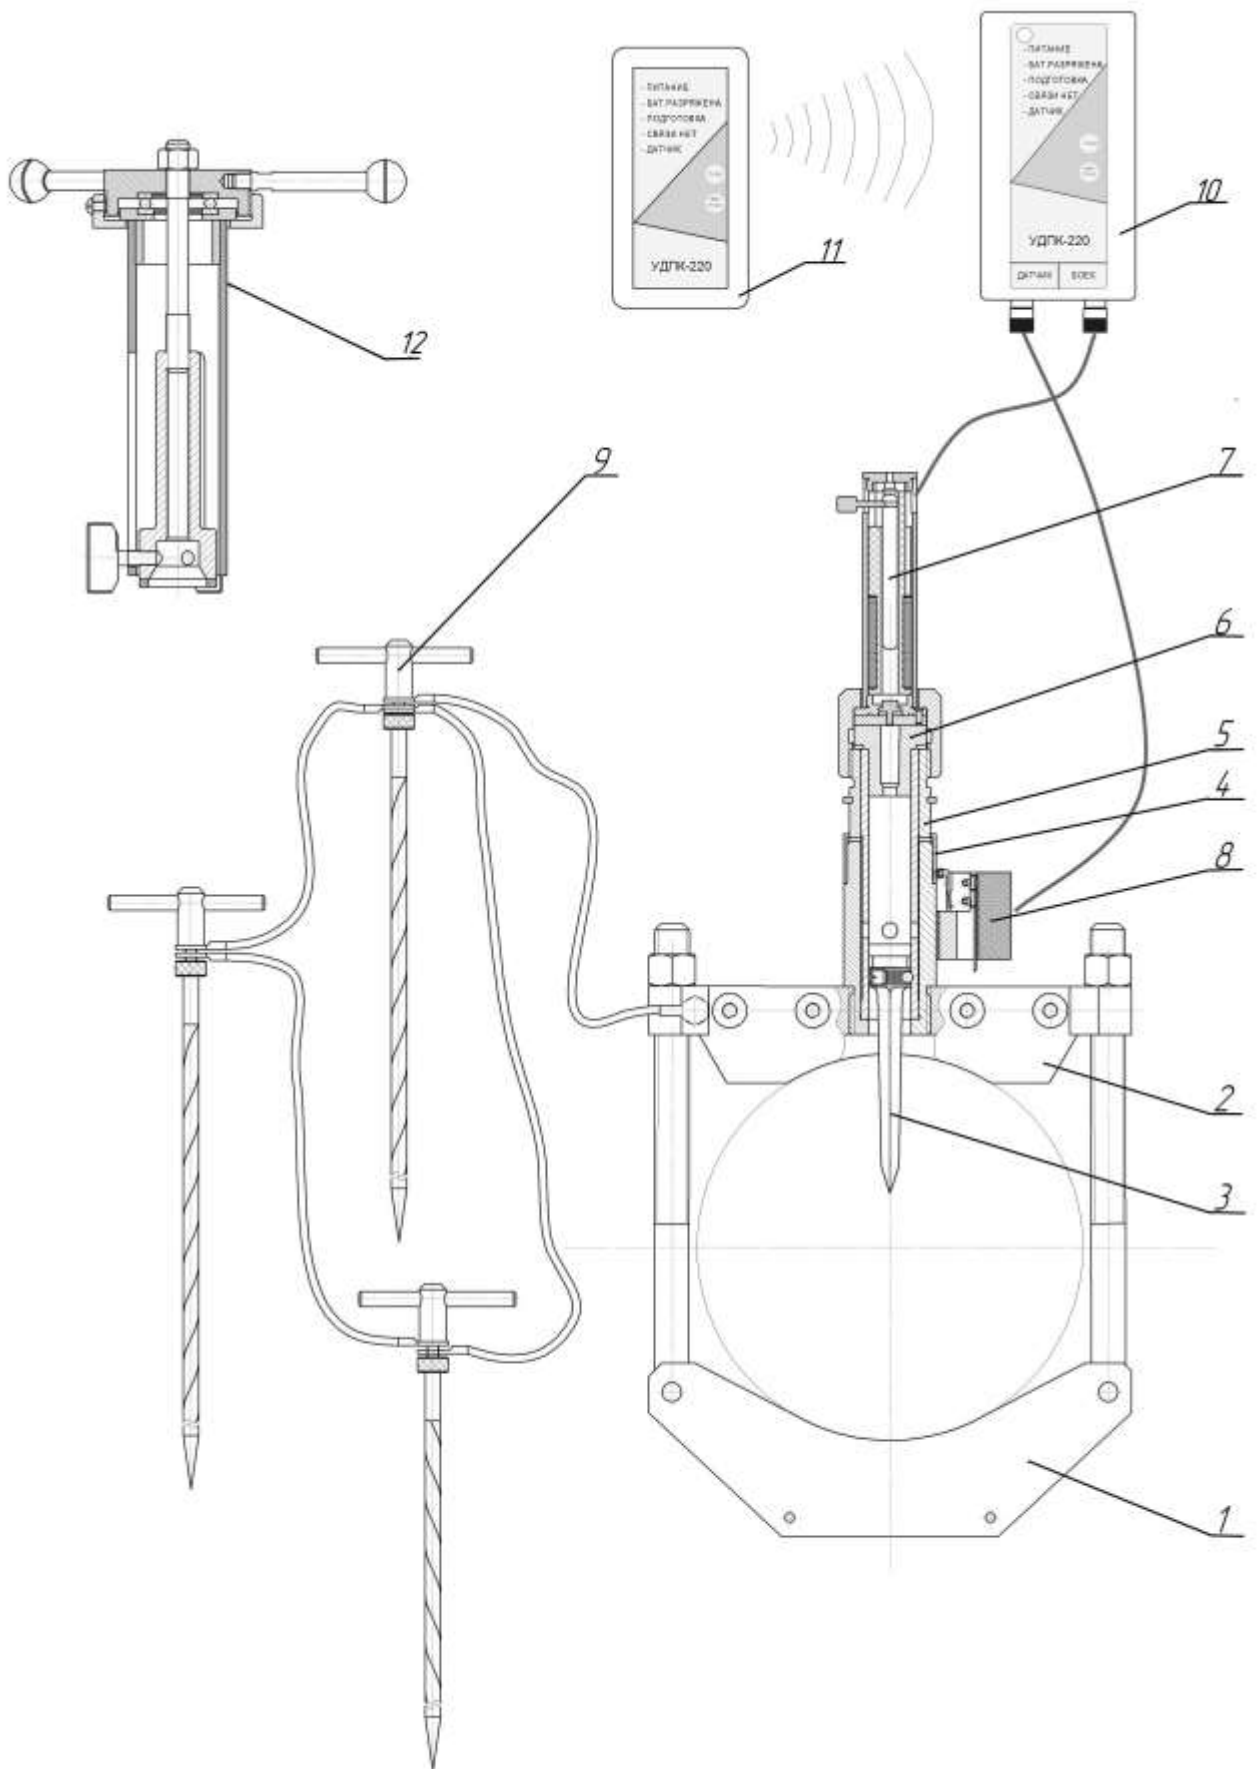

Рис.1 Общий вид УПКП 130, 200.
Внешний вид всего комплекта установки в развернутом виде схематически изображен на рис.1.
4.1. Силовая часть устройства УПКП состоит из хомута (поз.1 рис.1) с двумя болтами и гайками, фланца (поз.2 рис.1), пробойника (поз.3 рис.1), стакана (поз.4 рис.1), ствола (поз.5 рис.1), патронника (поз.6 рис.1), ударно-спускового механизма (поз.7 рис.1), датчика (поз.8 рис.1), заземлителя (поз.9 рис.1).